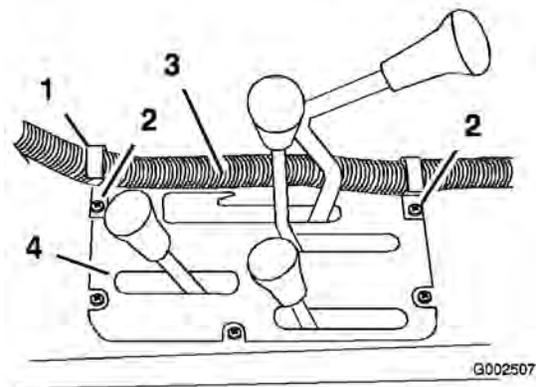

図 23
6. 既存のネジを使って、Jクリップ2個をセンター・コンソールに図 23のように取り付ける。